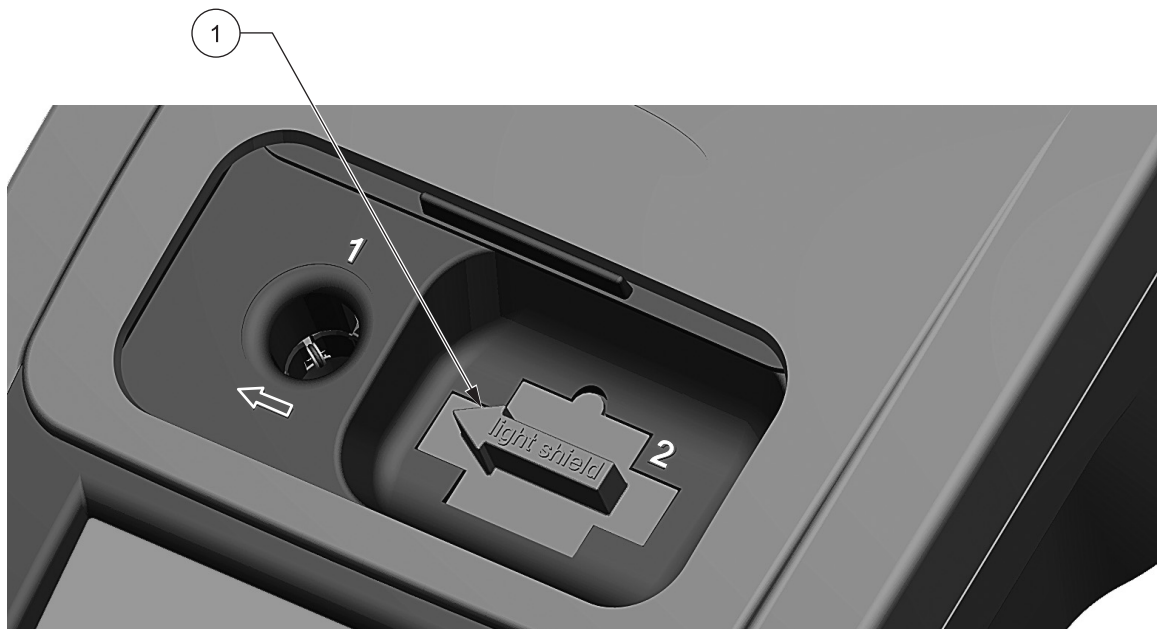

图 7 已安装的遮光罩
2. 插入遮光罩，使遮光罩上的箭头指向左边，且方位突出部分对准试管室开口的槽口 (图 7)